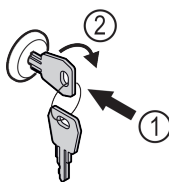

Fig. 169
- ▶ Uvucite ključ. Fig. 169 (1)
- ▶ Okrenite ključ za 90° nadesno. Fig. 169 (2)